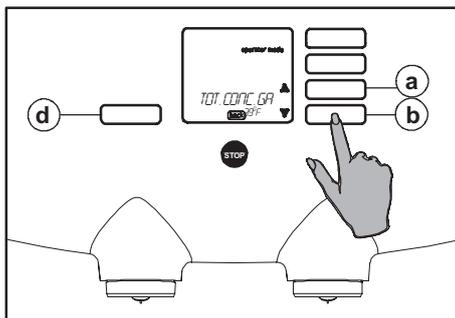
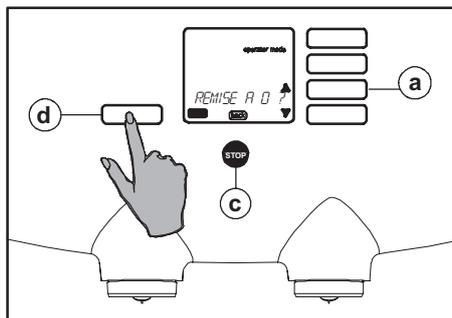

Fig. 32 Sélection/lecture du compteur
Fig. 33 Réinitialisation du compteur
3. Appuyez sur le bouton de défilement ▼ (fig. 32 b). L'écran affiche le compteur total de l'ingrédient de gauche : "TOT.CONC.GA."
4. Appuyez de nouveau sur le bouton de défilement ▼ (fig. 32 b). L'écran affiche le compteur total de l'ingrédient de droite : "TOT.CONC.DR."
5. Appuyez de nouveau sur le bouton de défilement ▼ (fig. 32 b). L'écran affiche le compteur total du filtre à eau (en option) : "VOL. FILTRE."
6. Appuyez sur le bouton Enter (fig. 32 d) pour réinitialiser le compteur. L'écran affiche : "REMISE À 0 ?" (fig. 33).
7. Appuyez sur le **bouton Stop** (fig. 33 c) si le compteur ne doit **pas** être réinitialisé.
8. Appuyez sur le **bouton Enter** (fig. 33 d) si le compteur **doit** être réinitialisé.
10. Appuyez sur le bouton Enter (fig. 33 d) pour réinitialiser le compteur du bouton de sélection correspondant.